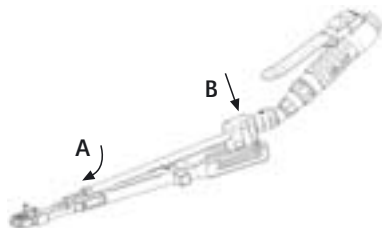

Fig. 5 Colocación de la pieza de mano en la guía de fresado
- **A:** Introducir la fresa de la pieza de mano **6** en el orificio delantero de la guía de fresado **3**, ver Fig. 5.
- **B:** Introducir las espigas laterales del bloque de conexión **4** en las ranuras de la guía de fresado **3**, ver Fig. 5.